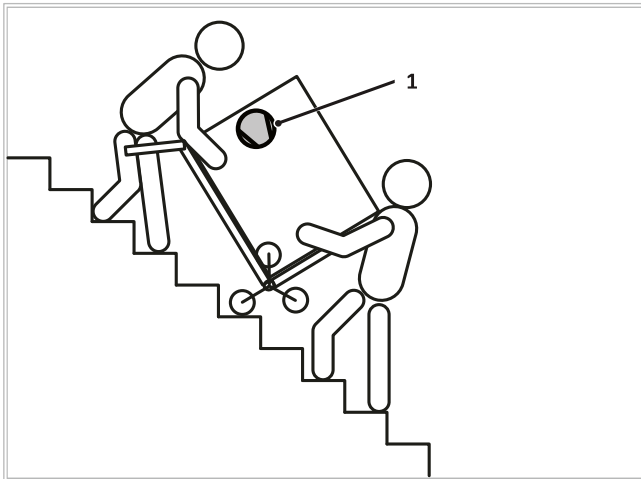

Abb. 2: Transport auf der Treppe mit Treppenkarre
- Wenn das Gerät beim Transport angekippt werden muss, darf dies nur kurzzeitig über eine der Längsseiten geschehen, der Verdichter, siehe → Abb. 2 (1), soll sich dabei stets oben befinden